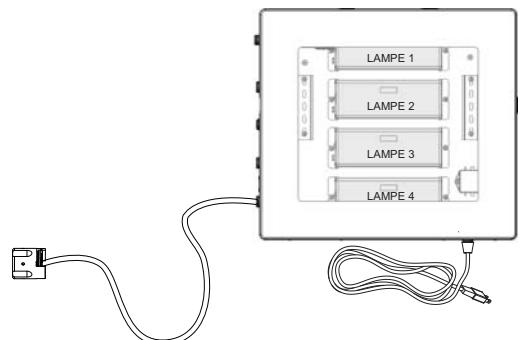

Figure 3 Boucle d'égouttement
- Le boîtier devrait être fixé soit au-dessus, soit à côté de la chambre. Ne jamais fixer verticalement avec un connecteur AC en haut du dispositif de commande pour éviter que l'humidité coule le long du cordage et provoque un incendie. Des boucles d'égouttement dans tout le cordage branché au dispositif de commande sont hautement recommandées. Consultez la Figure 3.
- Fixer le boîtier Hi-Flo au mur, à côté du caisson du réacteur. Dans l'idéal, placez le boîtier au-dessus du réacteur et loin de tout point de branchement d'eau, pour éviter toute fuite potentielle d'eau sur le boîtier au moyen d'une fuite au niveau d'un point de connexion ou d'un système « transpirant ». Assurez-vous d'avoir laissé une « boucle d'égouttement » comme indiqué dans la Figure 3 sur la lampe, le capteur et le cordon d'alimentation, à nouveau, pour empêcher l'eau de pouvoir entrer dans le boîtier. Fixer les fils de terre verts à la prise de mise à la terre au bout de la cuve du réacteur et serrer avec l'écrou de roue fourni Figure 4.